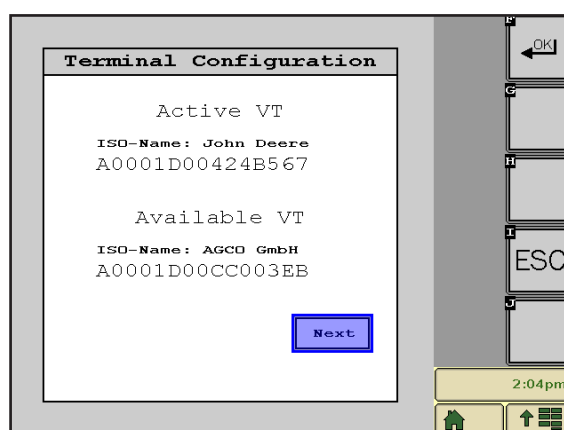

Fig. 18: Selezionare VT
- Utilizzare altro VT (Change VT): Premere il tasto Select per selezionare il terminale sul quale caricare GREEN FIT tra più VT disponibili (VT attivo). Premendo ripetutamente sul tasto “Next” è possibile visualizzare le varie opzioni di selezione (VT attivo e VT disponibili) (vedere Fig. 18). Salvare l’opzione desiderata tenendo premuto per alcuni secondi il tasto OK. L’applicazione si chiude automaticamente e viene caricata sul terminale selezionato.